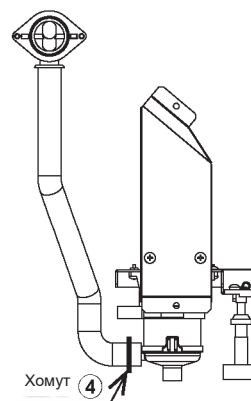

Рис.3-5
(2) Надежно закрепите соединительную часть с помощью ленты 4 (Рис. 3-5).
(Рис. 3-5).